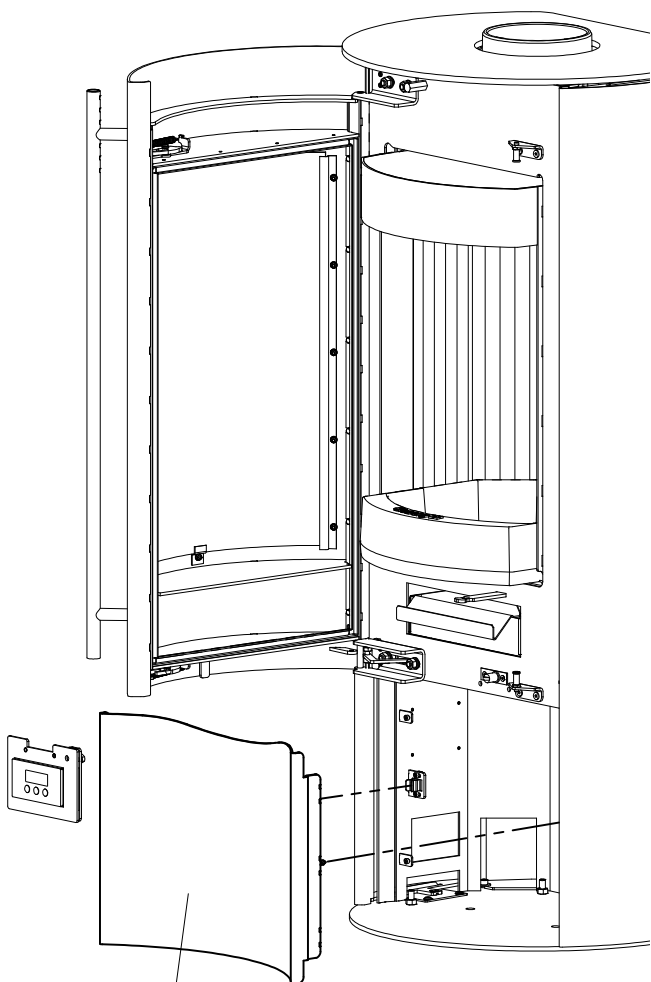

Fig.3
- Untere Frontblende (Pos.8, Fig.3) vorsichtig nach vorn herausziehen.
- Untere Frontblende (8) montieren (Fig.3). Dabei die verdrahtete Elektronik über die untere Frontblende vor das Gerät führen.